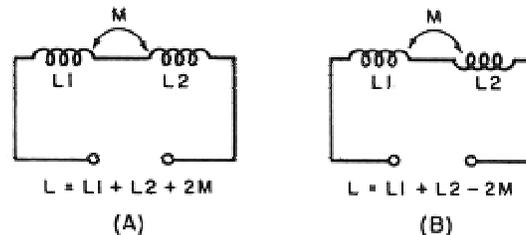

Fig. 2-9. Conexión de bobinas acopladas: A) en serie aditiva: B) en serie sustractiva.
*Bobinas acopladas en serie.* Si dos bobinas acopladas mutuamente se conectan en serie con sus campos sumándose mutuamente (serie aditiva) (ver Fig. 2-9 A), la inductancia total es
sus campos se oponen mutuamente (ver Fig. 2-9 M) , la inductancia total está dada por